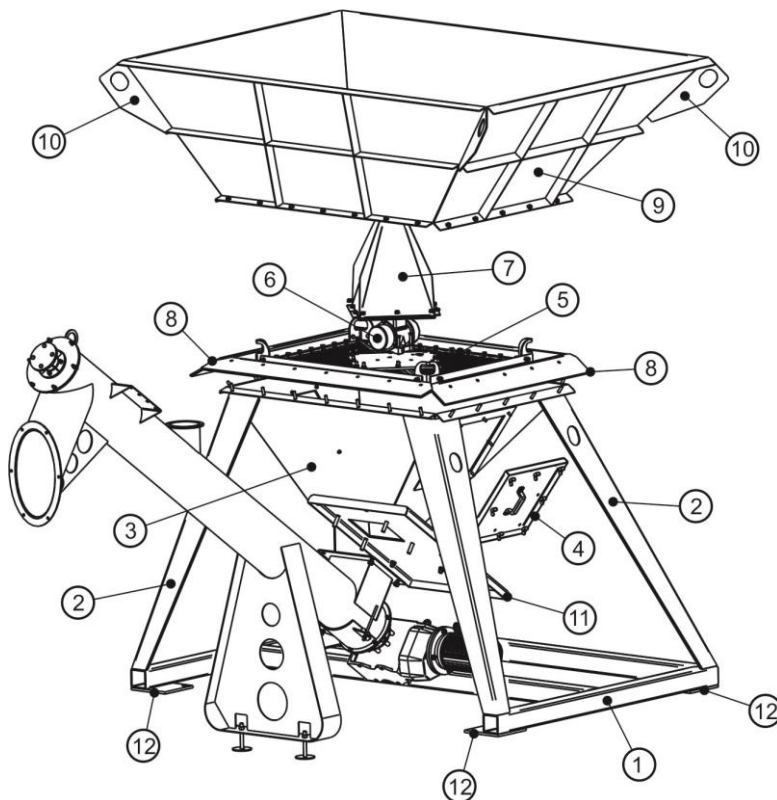

Рис. 15 Бункер сырья
Бункер сырья (Рис.15) состоит из рамы (1), опор (2), нижней (несъемной) части емкости (3), в боковых стенках которой имеются люки обслуживания, закрытые крышками (4). На отбортовке нижней (несъемной) части емкости (3) установлена решетка просеивания, которая в свою очередь состоит из перфорированных элементов (5), в центре которых установлен электромеханический вибратор (6) ИВ-99Б. Вибратор закрыт защитной пирамидой (7), которая так же может выполнять функцию разрывателя дна мягких контейнеров типа «Биг-Бэг». По краям перфорации (5) закреплена резиновая полоса (8), служащая для предотвращения передачи вибрации на раму (1) и опоры (2) бункера. На отбортовке нижней (несъемной) части емкости (3) установлена верхняя (съемная) часть емкости (9) с петлями – проушинами (10), служащими для транспортировки и кантовки конструкции. Внизу нижней (несъемной) части емкости (3) расположен плоский затвор (11) с реечным механизмом открывания-закрывания. В углах рамы (1) имеются площадки (12) с отверстиями для анкерования конструкции.